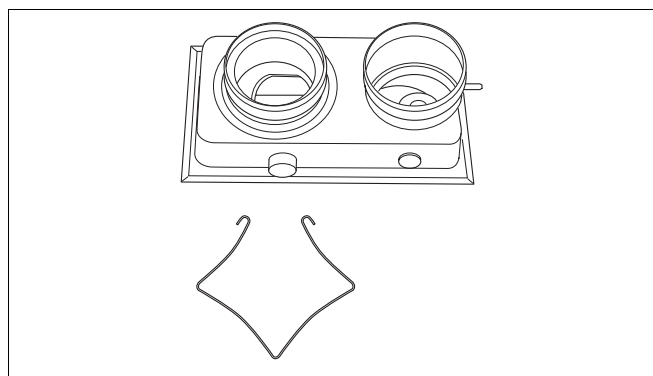
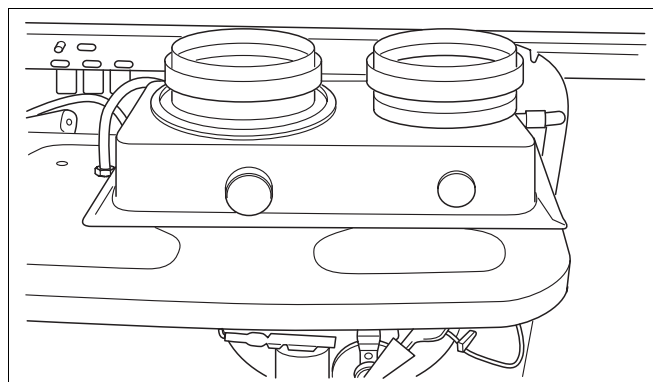

Рис. 19 Деталь соединения выхода газов для параллельного оттока воздуха /выхлопов (принадлежности)
Рис. 20 Параллельное соединение для воздуха/выхлопных газов
- Открыть камеру сгорания. Установить на устройство фитинг для параллельного присоединения по воздуху/ отработавшим газам (принадлежности) и закрепить зажимами изнутри устройства (смотри. рис. 19 и рис. 20). При этом зажимы вставляются снизу в пазы системы выхода газов.